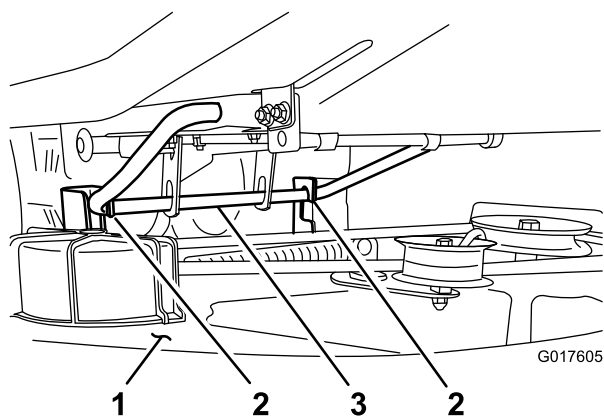

Figure 34
7. Soulevez et enlevez le plateau de coupe et les supports de la tige de levage arrière et abaissez la tondeuse au sol avec précaution (Figure 34).
7. Soulevez l'arrière du plateau de coupe et guidez les supports sur la tige de levage arrière (Figure 34).